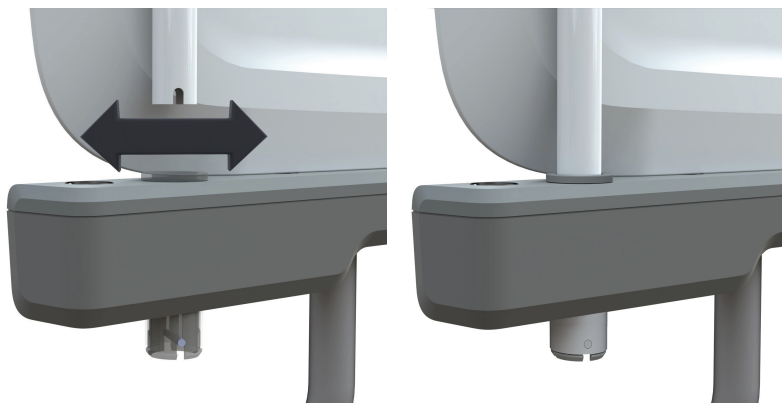

Figura 34 – Fissaggio o rimozione dell'asta per il sollevamento
1. Centrare e inserire l'asta per il sollevamento in uno dei due manicotti per accessori (Figura 34).